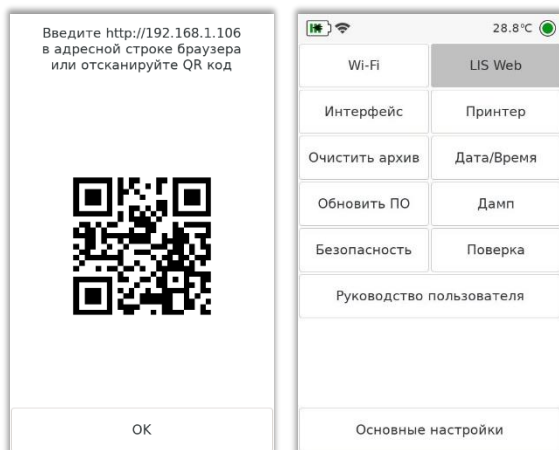

Рисунок 25 Окно подключения LIS Web и отображение работы со спектрометром через интерфейс LIS Web
- после подключения можно продолжить работу на спектрометре в обычном режиме, нажав кнопку «ОК» (Рисунок 25),
- кнопка «LIS Web» остается подсвеченной (Рисунок 25), доступ к интерфейсу LIS Web будет сохраняться до момента повторного нажатия этой кнопки,